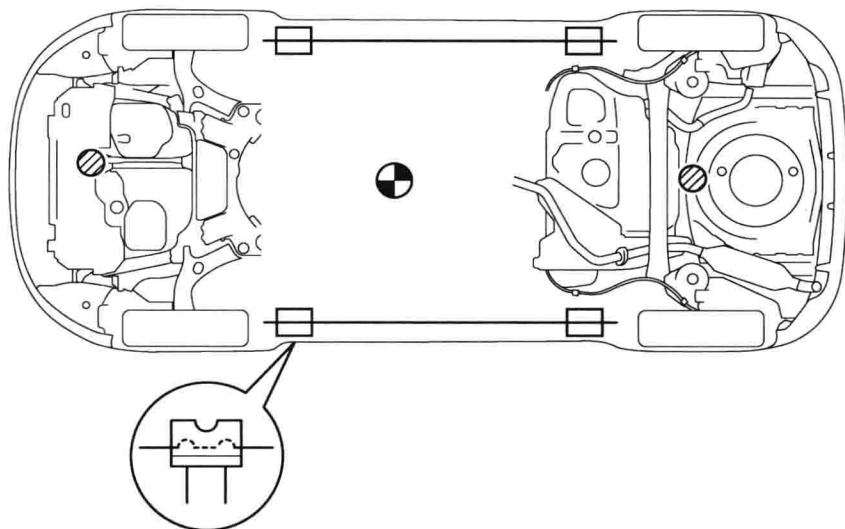
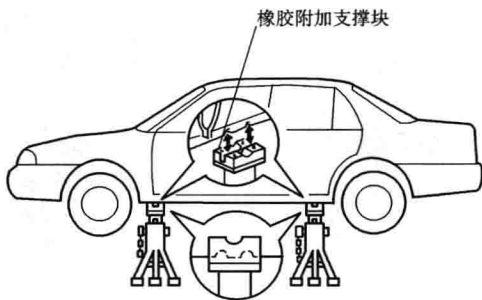

图 1-16 车辆举升位置
图 1-17 支撑架
(1) 拆装时要避免划伤前翼子板等处的油漆。
(2) 举升车辆时要注意:使用四柱式举升机时,必须使用车轮挡块固定车辆;使用摇臂式举升机支撑车辆时,必须选择好支撑车辆的规定位置,如图 1-16 所示。在车辆升高大约 150mm 时停止举升,确认车辆在举升机上处于平衡状态;在达到举升位置时,要锁住举升机安全钩;需要较长时间完成的作业,不要单独使用液压千斤顶支撑车辆,需要使用有附加橡胶的支撑架来支撑,如图 1-17 所示。